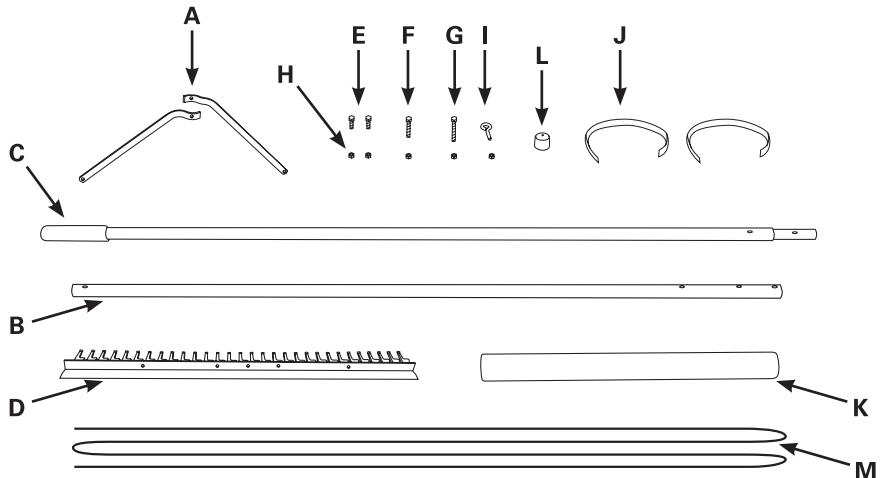

Figure 1
1. Placez l'extrémité fendue de la poignée sur le côté plat de la tête de coupe, en alignant le trou d'extrémité de manche avec le trou de la tête centrale. Placez le boulon à tête hexagonale 1/4"-20 x 1-1/2" à travers les trous alignés. Ne pas serrer l'écrou. (Voir Figure 1)